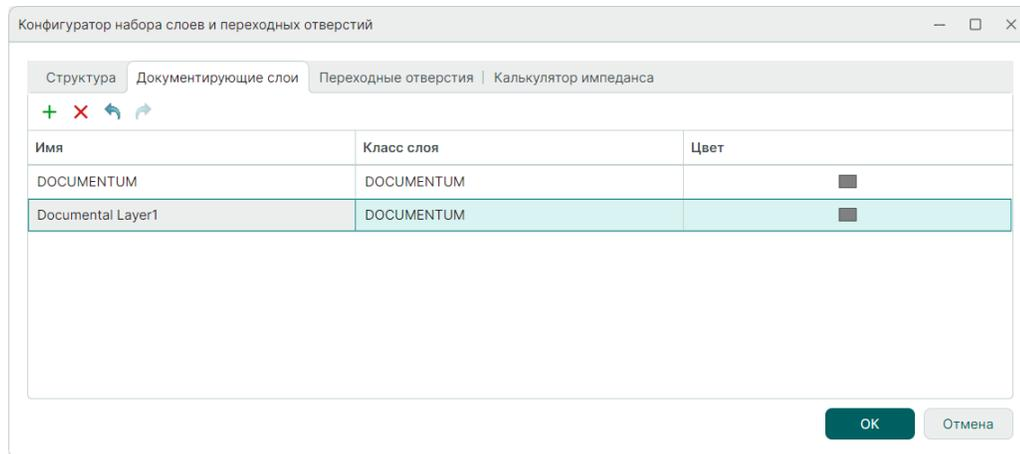

Рис. 29 Новый документирующий слой
3. Новый документирующий слой будет создан и добавлен в таблицу, см. Рис. 29.